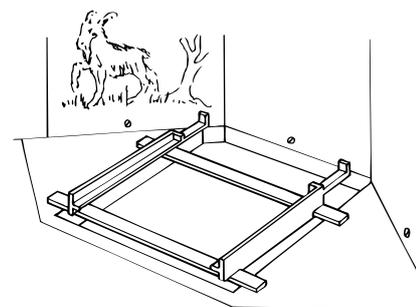

Fig. 6. Skinnegang.
5. «Skinnegangen», fig. 6 leveres umontert og består av fire deler. Disse skrues sammen med skruer, skiver og muttere. Deretter legges den i askeskuffbåsen på den «gamle» peisen. Løft innsatsen og skyv den inn på skinnegangen til den stopper (fig. 6) Løft av dørene og ta ut brenselrist og askeskuff for lettere håndtering.
**NB!** Enkelte ganger kan det forekomme at det er litt for trangt å få skjøvet FØNIX CB på plass. I slike tilfeller kan de fire labbene på skinnegangen som hviler på askeskuffbåsen slipes av ca. 3-4 mm på undersiden (fig. 6).